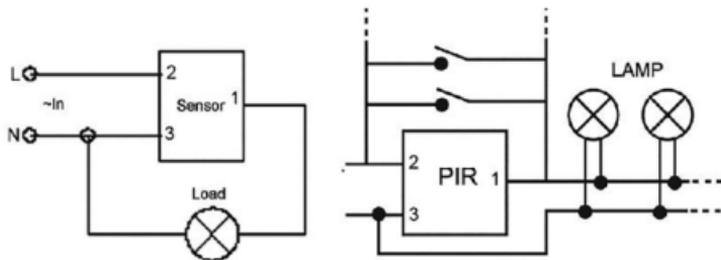

Fig.2
- 2.3 Emborne los cables tal y cómo se indica en el esquema de conexión. (Ver fig. 2)